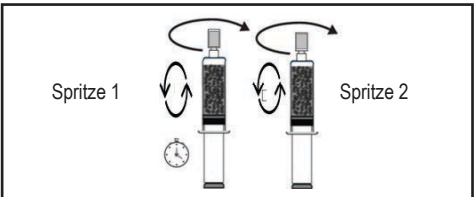

Abbildung 12.
- 2.8 Zum Mischen die Beladungsspritze alle 5 Minuten vorsichtig umdrehen/schwenken (Abbildung 12). Starkes Schütteln kann zu Schaumbildung führen.